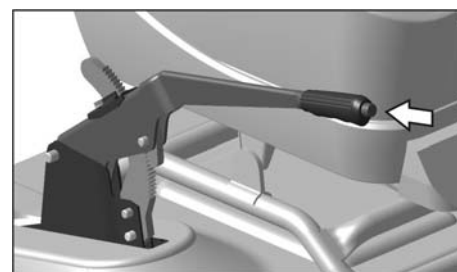

Рис. 5.8. Рычаг стояночного тормоза
**25 – рычаг стояночного тормоза.** Для затормаживания автомобиля необходимо потянуть рычаг (рис. 5.8) вверх; при этом, если включено зажигание, на комбинации приборов загорается прерывистым светом сигнализатор. Для возвращения рычага в исходное положение необходимо нажать кнопку на торце рукоятки рычага; при растормаживании сигнализатор гаснет.